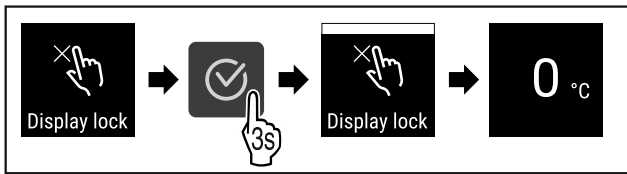

Fig. 76
- ▶ Провести етапи операцій (див. Fig. 76) .